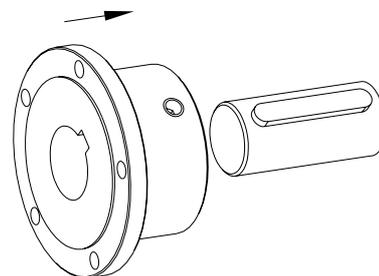

Figura 29: montaje del mangón brida
- Monte la brida de acoplamiento en el eje motriz o del eje conducido (véase figura 29). La parte interior de la brida de acoplamiento debe quedar alineada con las caras de los ejes.